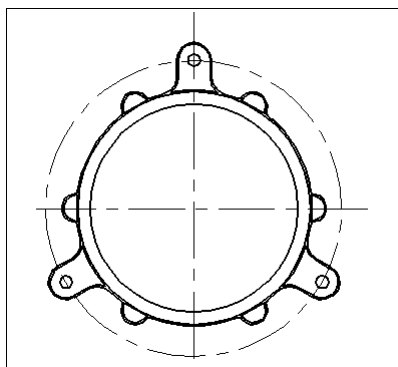

Рис. 6.10. Результат размножения объектов круговым массивом
Дополнительные выступающие части построим, размножив полярным массивом уже построенные элементы (см. рис. 6.10).
8. На чертеже будет построено два дополнительных выступа. Аналогичным образом размножим полярным массивом и вторую выступающую часть из шести элементов (рис. 6.10).